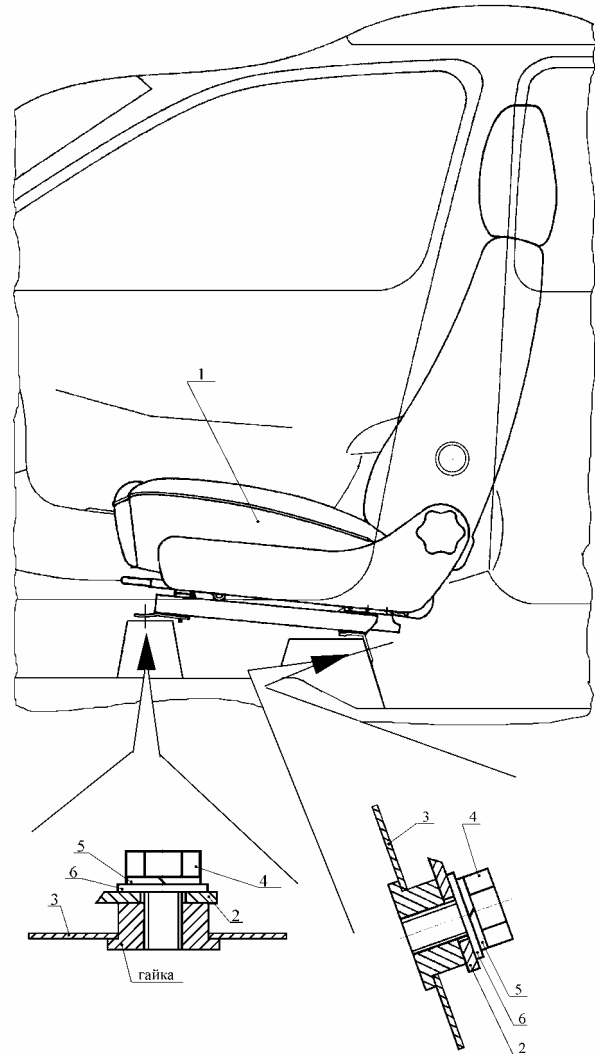

Рис. 22. Снятие передних сидений:
4.17.1. Снять сиденье водителя 1 (рис. 22), отвинтив и сняв два болта 4, две шайбы пружинных 5 и две шайбы 6 крепления передней части направляющих сиденья.